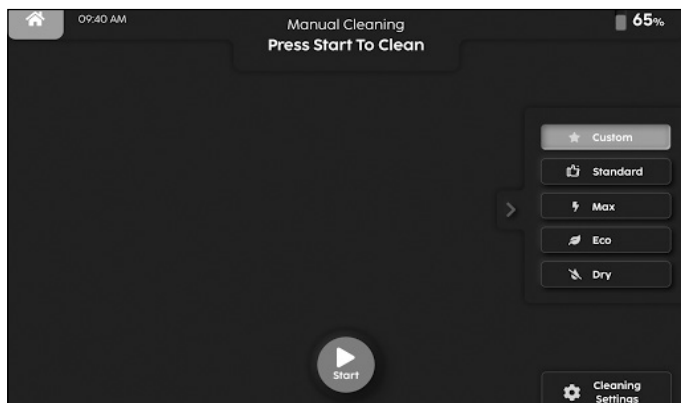

Abbildung 47
4. Drücken Sie auf „Start“, um die Reinigung zu starten (**Abb. 47**).